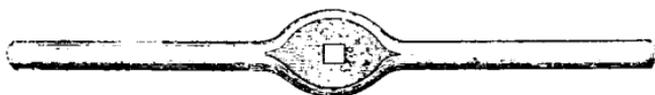

Рис. 49. Воротокъ.
48) — стальные стержни, многогранные или съ продольными жолобками, или витые. Развертку ввертываютъ въ пробитую дыру; тогда дыра увеличивается, и, кромѣ того, края ея сглаживаются. Ввертываютъ развертку съ помощью *воротка* (рис. 49) — поперечнаго желѣзнаго стержня, который надѣвается на верхній конецъ развертки. Иногда вмѣсто этого къ верхнему концу развертки придѣлываютъ деревянную ручку, какъ показано на рисункѣ 48, слѣва. Такой разверткой дѣйствуютъ какъ обыкновеннымъ буравчикомъ. Самый предметъ съ отверстиемъ зажимаютъ въ тиски, обмакиваютъ конецъ развертки въ масло, вставляютъ его въ дыру, берутъ оба конца воротка въ обѣ руки и поворачиваютъ его, слегка нажимая. Сдѣлавъ 2—3 оборота вправо,